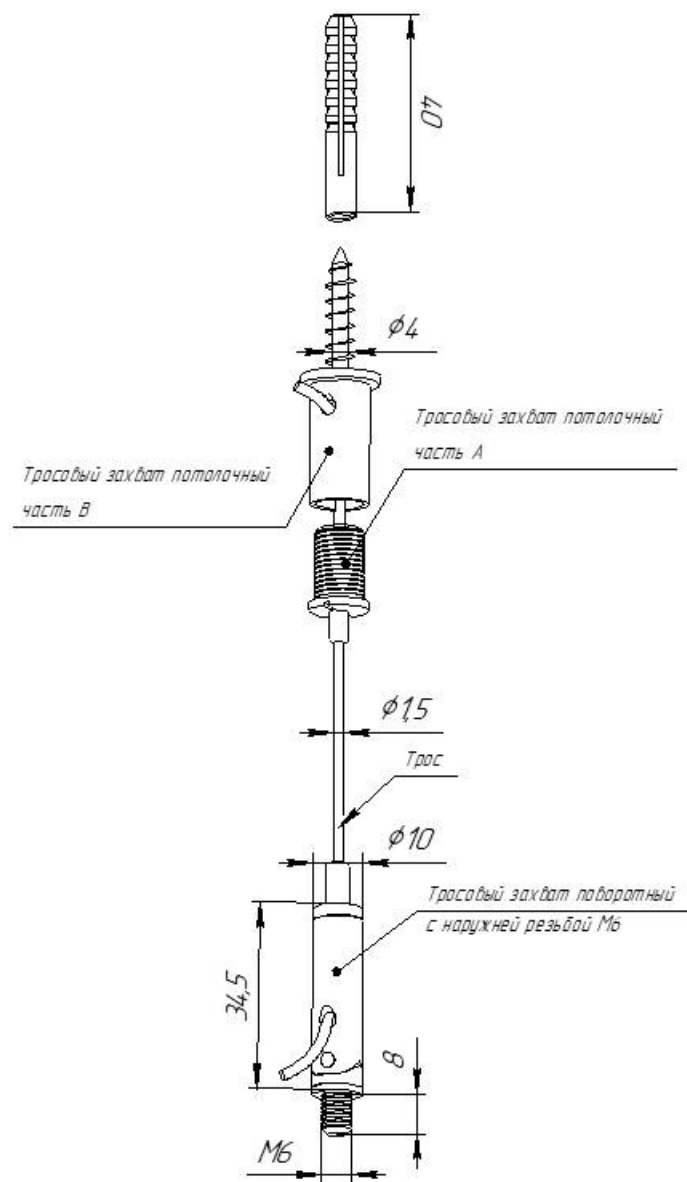

Рисунок 3 - Сборка тросового подвеса
5.4 Закрепите светильник на тросовые подвесы, используя комплектный трос, согласно рис.3, приложение А.